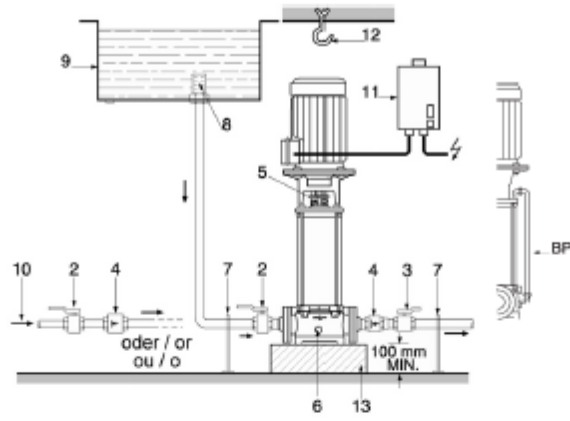

Fig. 2
Подсоедините всасывающий и напорный трубопроводы без механических соединений. Установите виброгасящие компенсаторы. Трубы должны иметь опоры, чтобы их вес не передавался на насос (рис. 2, поз. 7).
Запорные краны (рис. 2, поз. 2 и 3) должны быть установлены до и после насоса, чтобы избежать необходимости опорожнения и повторного заполнения системы в случае демонтажа/замены насоса. Для уменьшения потерь давления рекомендуется делать всасывающий трубопровод как можно короче, а его диаметр должен быть не менее номинального диаметра всасывающей па труба на насоса. Также избегайте лишних колен у трубопровода и установите арматуры неподходящего проходного сечения. На напорном трубопроводе должен быть установлен обратный клапан (рис. 2, поз. 4). При перепаде давлений более 6 бар, обратный клапан должен быть установлен на всасывающем трубопроводе. В этом случае на напорном трубопроводе устанавливать обратный клапан не требуется. Торцевое уплотнение должно быть защищено от работы при «сухом ходе». Пользователь должен установить датчик давления на всасывающем трубопроводе или датчик уровня (при заборе воды из резервуара).
Если забор воды производится из резервуара, необходимо установить фильтр на всасывающей магистрали (рис. 2, поз. 8), чтобы предотвратить попадание грязи в насос. Убедитесь, что сумма давлений на входе $P_{\text{вх}}$ и максимального давления насоса при нулевой подаче $P_{\text{ожк}}$ не превышает допустимого давления, т.е. $P_{\text{вх}} + P_{\text{ожк}} < P_N$. При работе с горячими или агрессивными средами должна быть установлена перелюсная труба (рис. 2, поз. BP – принадлежность).
- Закрыть оба запорных крана (перед насосом и после него) и отверните винт (рис. 2, поз. 5) для удаления воздуха из насоса на полтора-два оборота.
- Медленно открыть запорный кран (рис. 2, поз. 2) на входе в насос, подождать пока воздух не выйдет из насоса полностью и из отверстия для удаления воздуха не начнет течь вода. Заверните винт.
Если место установки не защищено от замерзания, то в холодное время года необходимо слить воду из насоса и трубопровода. Для слива воды из насоса необходимо: закрыть запорные вентили на всасывающем и напорном трубопроводах, открыть сливное отверстие (рис.2, поз. 6) и винт для удаления воздуха (поз. 5).